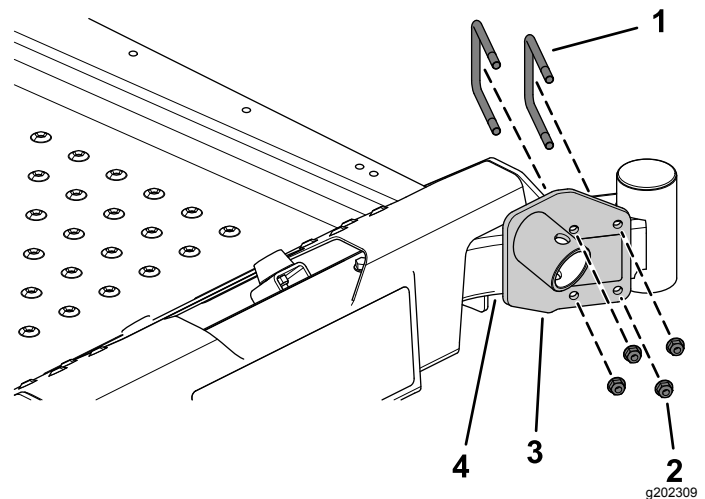

Bild 1
3. Befestigen Sie die Wagenheberbefestigung mit den beiden mitgelieferten U-Bügeln und vier Bundmuttern am vorderen linken Achsrohr (**Bild 1**).